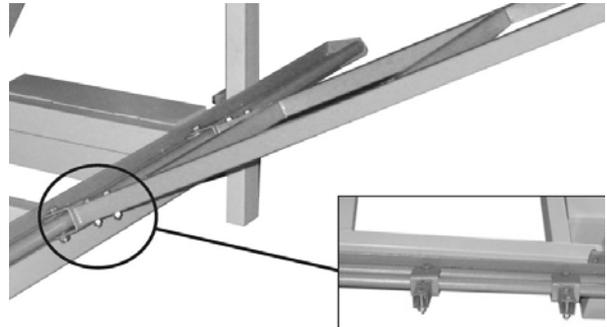

Abb. 23: Rollentischhalter mit Rollenschiene verbinden
Schritt 10: Verbinden Sie den Rollentischhalter mit der beweglichen Rollenschiene (Abb.23) mit Hilfe der Sechskantschrauben M8x40mm und M8-Muttern.